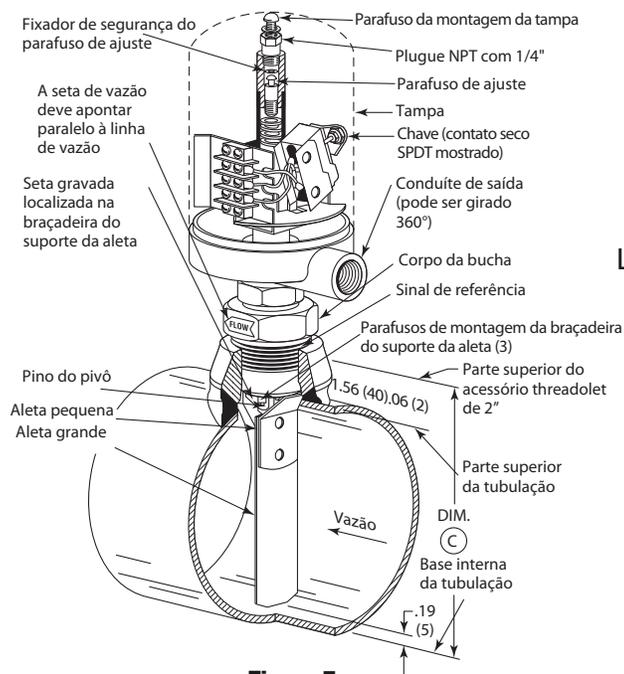

Figura 7
4. Verifique a posição da seta gravada na braçadeira do suporte da aleta. Esta seta deve estar apontando paralelamente a seta de vazão no corpo da bucha. Consulte a Figura 7. Se as setas não estiverem paralelas, remova os três parafusos de montagem da braçadeira de suporte da aleta e gire a braçadeira até que a seta gravada aponte paralelamente à seta de vazão; recoloque os parafusos de montagem.